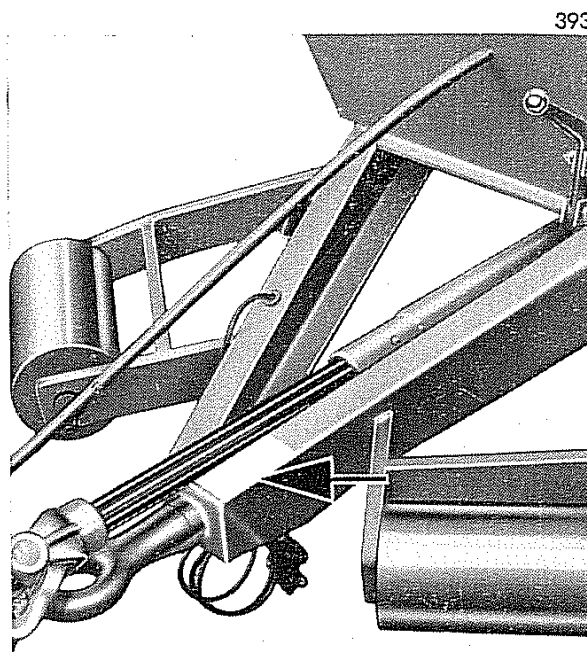

Fig. 15 - Identificazione rimorchio
N.B. - Sia la sigla del modello che il numero del rimorchio si trovano stampigliati sull'apposita targhetta metallica situata nella parte anteriore del rimorchio, oppure nel punto indicato dalla freccia in Fig. 15.